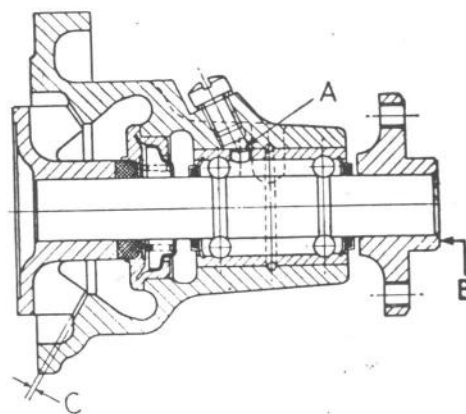

Fig. 1.26.—Sección en la bomba de agua.
- el juego entre rotor y cuerpo de la bomba, que debe estar comprendido entre 0,508 y 0,762 mm (fig. 1.26).